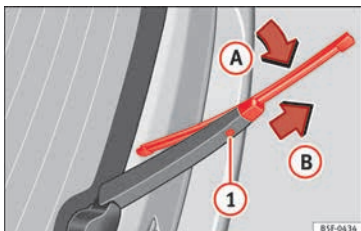

Abb. 63 Scheibenwischerblatt der Heckscheibe auswechseln.
- Scheibenwischerarm anheben und um einen Winkel von etwa 60° wegklappen »» Abb. 63.
- Scheibenwischerblatt in Richtung Scheibenwischerarm »» Abb. 63 (Pfeil  A) kippen und in Pfeilrichtung  B) abziehen. Dazu kann ein erhöhter Kraftaufwand notwendig sein.